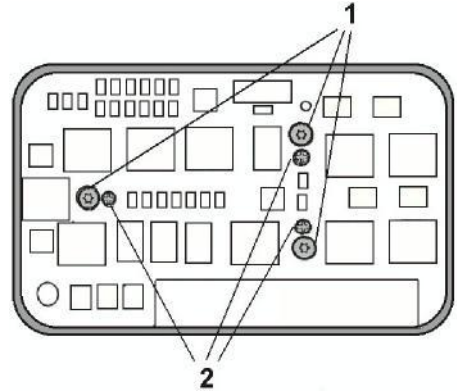

Fig. 7
À l'aide d'un outil approprié, pousser vers le bas les pivots de positionnement (2) jusqu'à l'arrêt. Serrer la vis gauche (1) (Fig. 7).